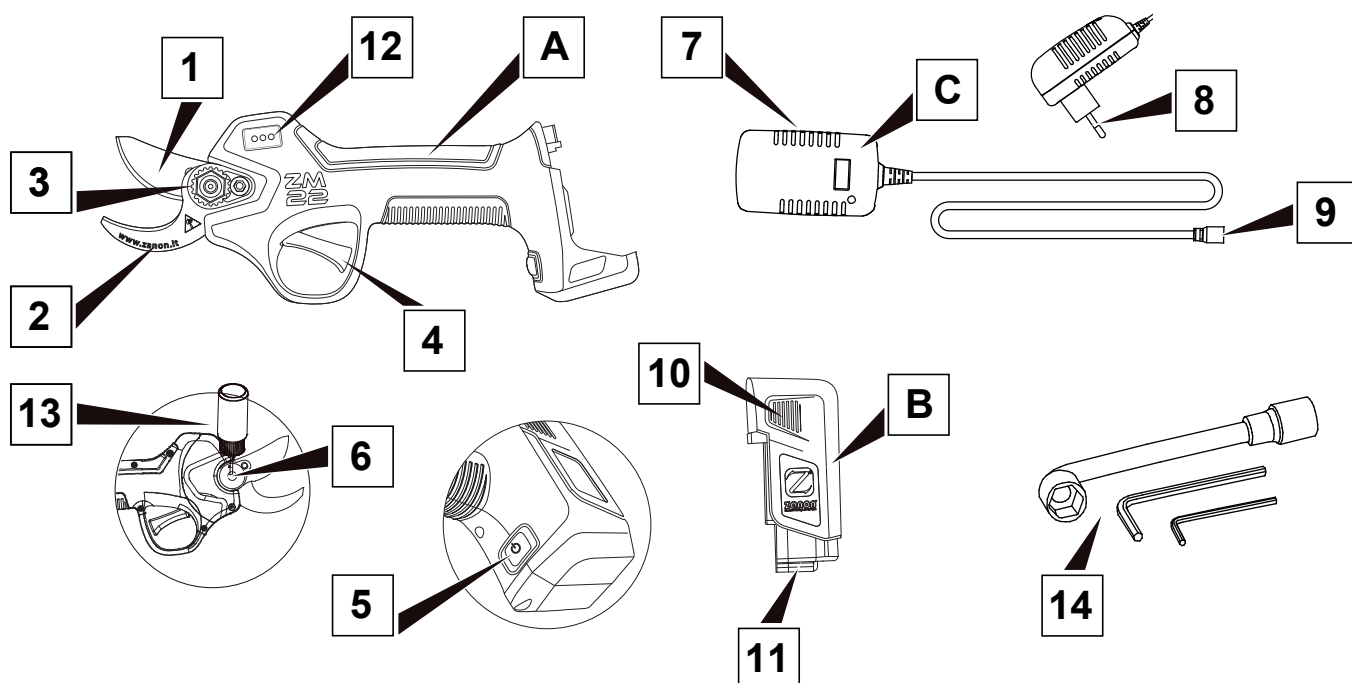

Fig. 1
Tale garanzia si esplica nella riparazione o sostituzione gratuita di quelle parti che, dopo un attento esame eseguito dal Servizio Tecnico del Fabbricante, risultino difettose. La garanzia è limitata ai soli difetti di materiali e cessa di avere effetto qualora le parti lese risultino manomesse o comunque smontate da personale non autorizzato allo scopo. In caso di intervento in garanzia, le **forbici** dovranno essere consegnate alla **ZANON** nella loro valigetta originale corredata di tutti i relativi accessori (vedi **fig. 1**).
Le **forbici** costituiscono un'attrezzatura a funzionamento elettronico, alimentata da batteria, progettata e costruita esclusivamente per la potatura di qualsiasi tipo di coltivazione, in particolar modo vigne, abeti, alberi da frutto, ulivi e, per il giardinaggio, vivai e potature urbane. Il servocollimo progressivo del taglio permette una continua padronanza da parte dell'utente della posizione della lama di taglio, sia all'apertura della stessa che durante il processo di potatura. Le **forbici** si contraddistinguono per la velocità e la stabilità di taglio e per il basso consumo. Il kit completo è costituito dai componenti di seguito riportati e rappresentati in **fig. 1**.
Con riferimento alla **fig. 1**, il funzionamento delle **forbici** si basa su un sistema a due leve che agevola e velocizza il taglio dei materiali legnosi. Il taglio avviene in direzione perpendicolare alle fibre e lascia una superficie di taglio liscia priva di sfrangiature. Le **forbici** sono sostenute dall'operatore con una sola mano sull'apposita impugnatura. Strutturalmente le **forbici** si compongono di n. 2 lame (una denominata "tagliente" e l'altra "battente") di cui una fissa e l'altra mobile. La lama mobile ("tagliente") (1) ha il fulcro di rotazione posto sulla controlama ("battente") (2). Il movimento della lama mobile è dato da un motore elettrico racchiuso all'interno dell'impugnatura alimentato da una batteria (B) a basso voltaggio. Il comando viene impartito premendo con un dito della mano il grilletto (4) delle **forbici** installato sull'impugnatura.